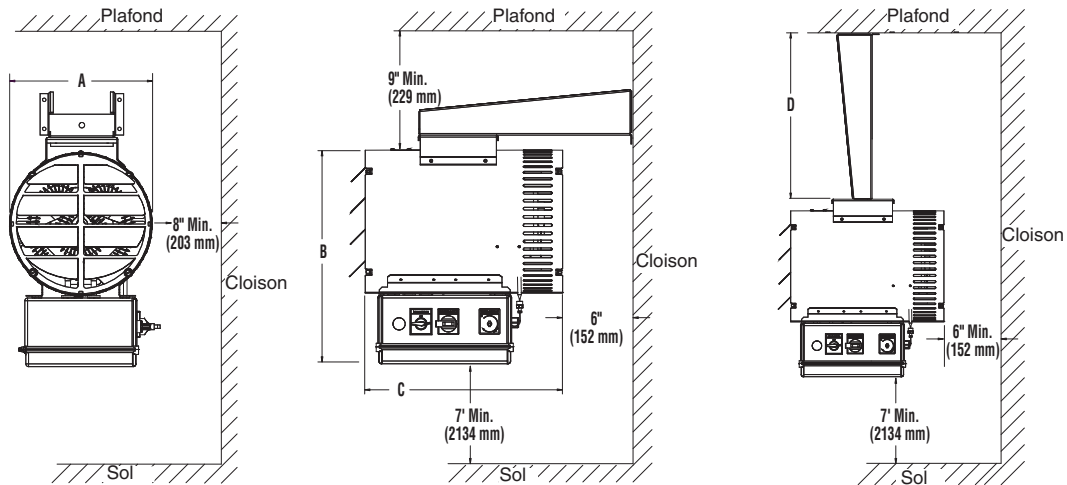

Figure 2
7. Gardez au moins 5" (152,4 cm) d'espacement sur l'avant du radiateur. Référez-vous à la Figure 2 pour les besoins en espacement sur les côtés, en haut et en bas.
- Pour des hauteurs de plafond de 12 pieds (365,8 cm) ou moins, la hauteur de montage maximale est déterminée par l'utilisation du support de montage offert avec ces radiateurs. L'écartement par rapport au plafond doit être au moins de 9" (22,9 cm). (Voyez la Figure 2).
- Dans tous les cas la hauteur de montage minimale est de 7 pieds (213,4 cm) du sol au dessous du radiateur. (Voyez la Figure 2).
- Écartement par rapport à des parois adjacentes (Voyez la Figure 2).